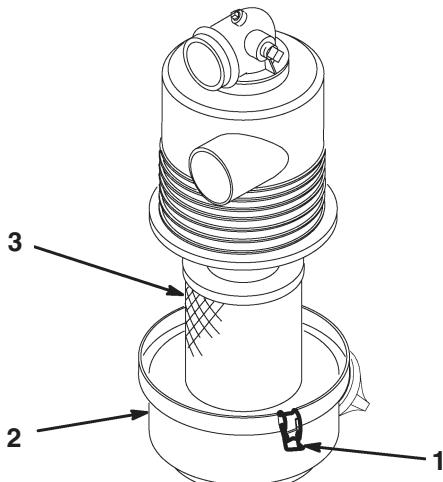

Bild 18
3. Lösen Sie die Laschen, mit denen der Deckel am Luftfilterkörper abgesichert wird. Trennen Sie den Deckel vom Körper ab. Reinigen Sie die Innenseite des Luftfilterdeckels (Bild 18).
4. Schieben Sie den Filter vorsichtig aus dem Körper heraus, um das Losrütteln des Staubes zu minimieren (Bild 18). Vermeiden Sie ein Anstoßen des Filters am Filterkörper.